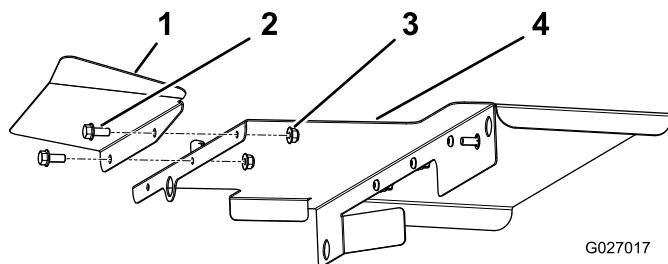

Figura 15
- Instale o resguardo da cobertura direita na cobertura direita (Figura 15).